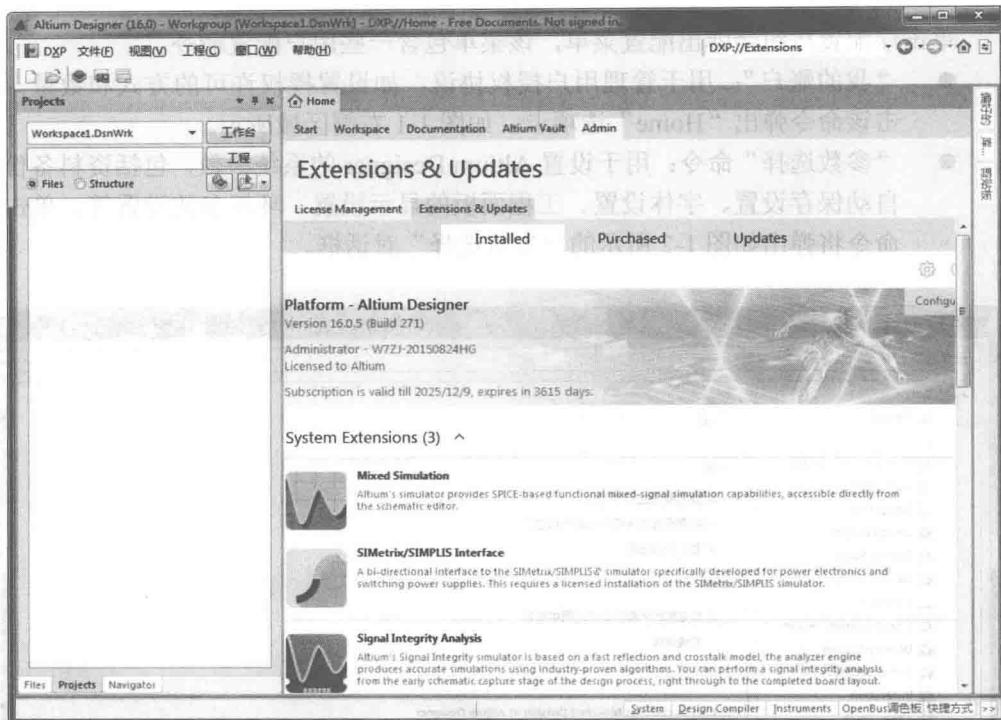

图 1-3 “Exensions（插件）”选项卡
- “Exensions and Updates（插件与更新）”命令：用于检查软件更新，单击该命令在主界面右侧弹出如图 1-3 所示的“Exensions（插件）”选项卡。